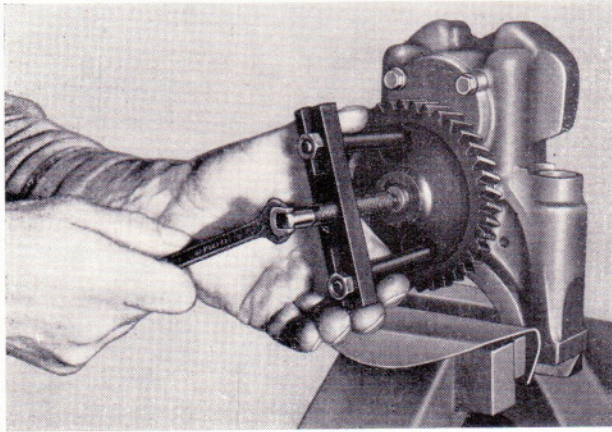

Bild 125
- Mit dem Abzieher das Ölpumpenantriebsrad von der Antriebswelle abziehen (Bild 125).